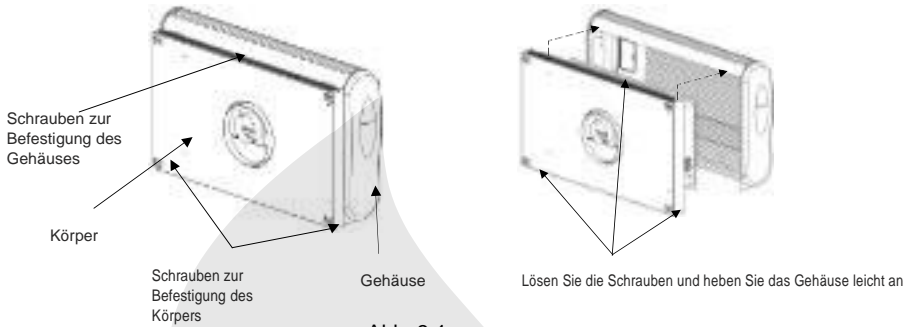

Abb. 3.1
- Lösen Sie die 3 Schrauben, mit denen das vordere Gehäuse und der Körper befestigt sind, wie in Abb. 3.1 gezeigt.